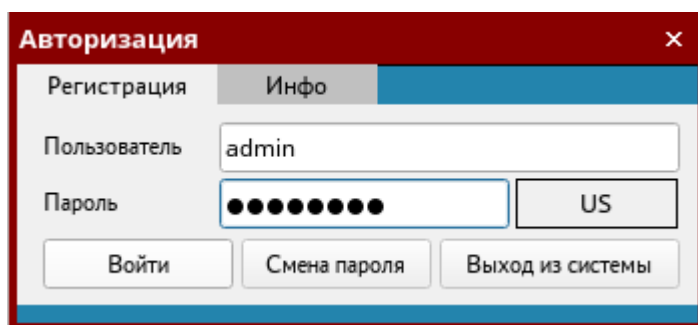
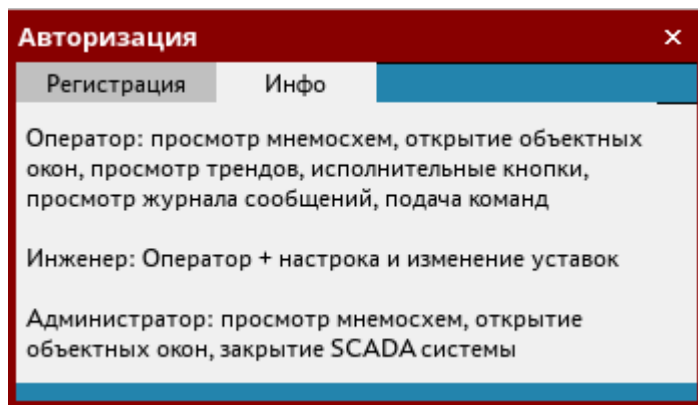

Рисунок 1 – Панель авторизации пользователя
Рисунок 2 – Панель статуса текущего пользователя
- в процессе загрузки среды визуализации Alpha.HMI появится диалоговое окно авторизации (см. Рисунок 1), в котором следует выбрать пользователя с соответствующим уровнем доступа из выпадающего списка и ввести пароль, после чего нажать курсором мыши кнопку «Войти». При вводе пароля символы заменяются специальными символами «•». Уточнить статус пользователя можно, нажав блокнотный корешок «Инфо» на панели авторизации (см. Рисунок 2);